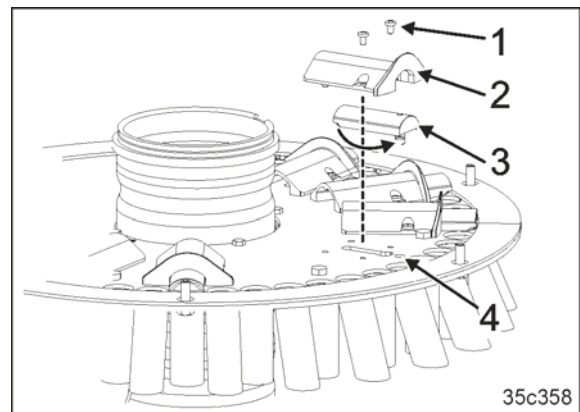

Fig. 213
10. Schrauben (Fig. 213/1) lösen.
11. Schiebertunnel (Fig. 213/2) entfernen.
12. Der Schieber (Fig. 213/3) steckt in der Führung.
13. Schieber (Fig. 213/3) umdrehen und in die Bohrung (Fig. 213/4) stecken.
14. Schiebertunnel (Fig. 213/2) auf der Grundplatte anschrauben.